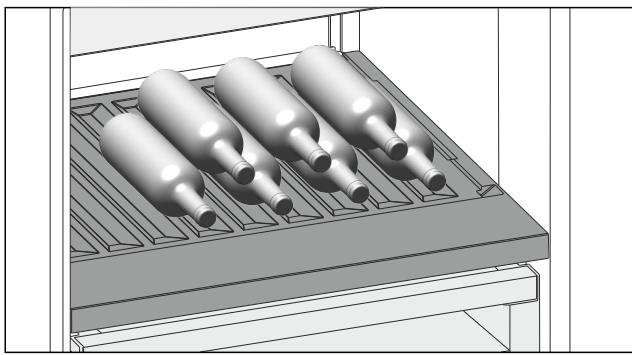

Fig. 157
- ▶ Поставяйте бутилките с дъното назад към задната стена. (виж Fig. 157)